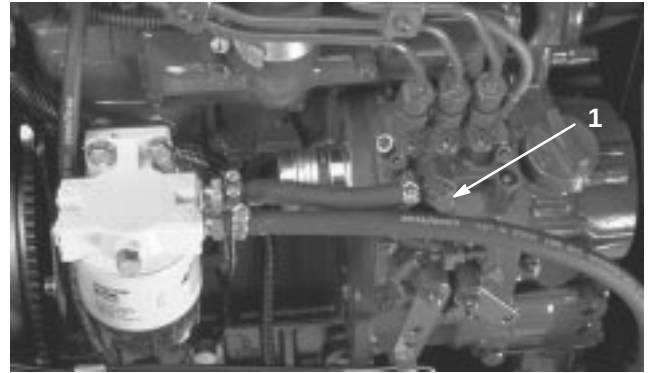

Bild 25
3. Öffnen Sie die Entlüftungsschraube an der Einspritzpumpe (Bild 25).